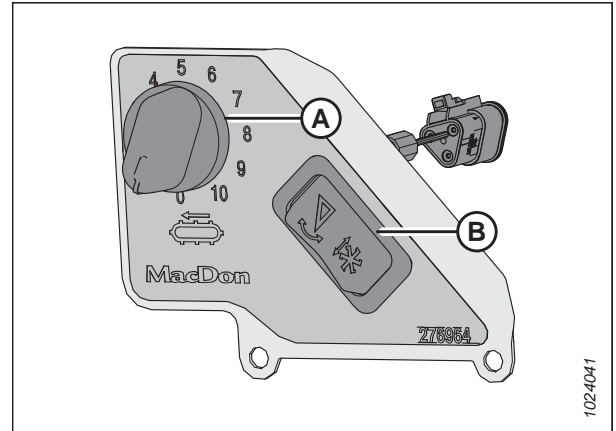

Abbildung 3.357: Kabinenmodul für die Einstellung der Seitenbandgeschwindigkeit
Die Taste (B) in Abbildung 3.357, Seite 253 ermöglicht es dem Bediener, zwischen den Steuerungen für die Schneidwerksneigung und die Horizontalverstellung der Haspel umzuschalten. Siehe Einstellen des Anstellwinkels vom Mähdrescher aus, Seite 241 bzgl. Anweisungen zu den Steuerungen.